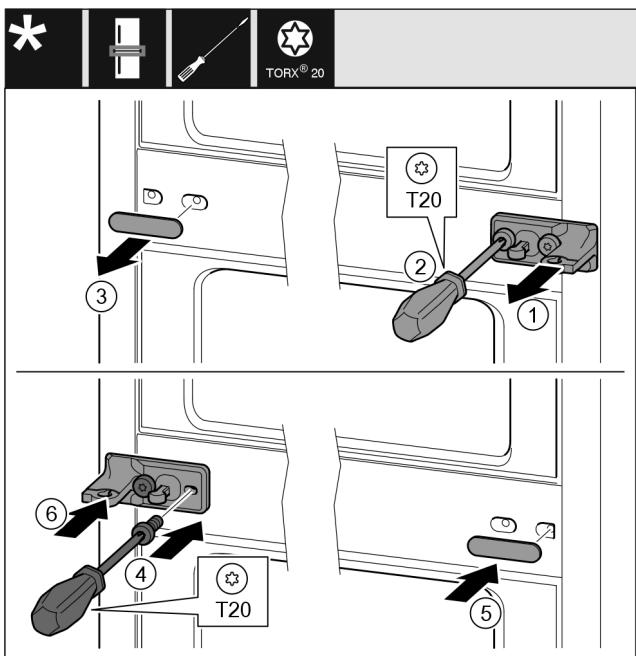

Fig. 34
- ▶ 拆下垫片 Fig. 34 (1)。
- ▶ 用螺丝刀将螺钉 Fig. 34 (2)旋开。
- ▶ 小心拆下盖板 Fig. 34 (3)。
- ▶ 将带薄膜的托架 Fig. 34 (4)旋转 180° 至另一侧拧紧。
- ▶ 将盖板 Fig. 34 (5)旋转 180° 至另一侧装上。
- ▶ 从前面推入垫片 Fig. 34 (6)。